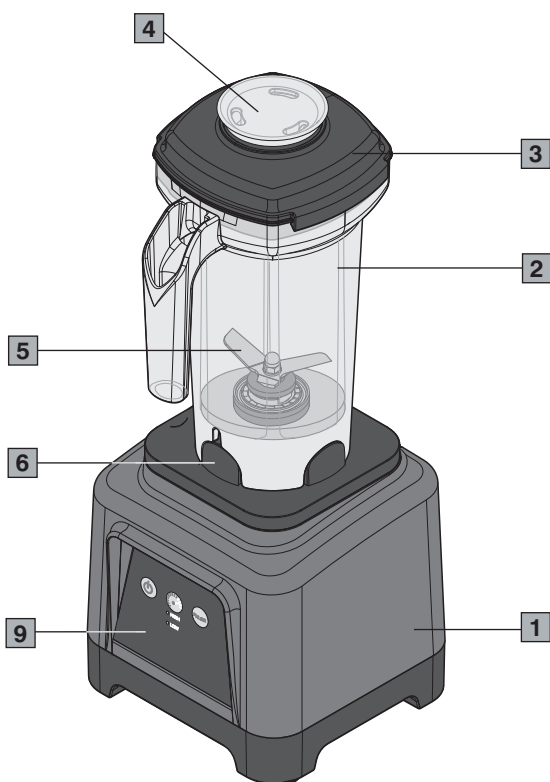
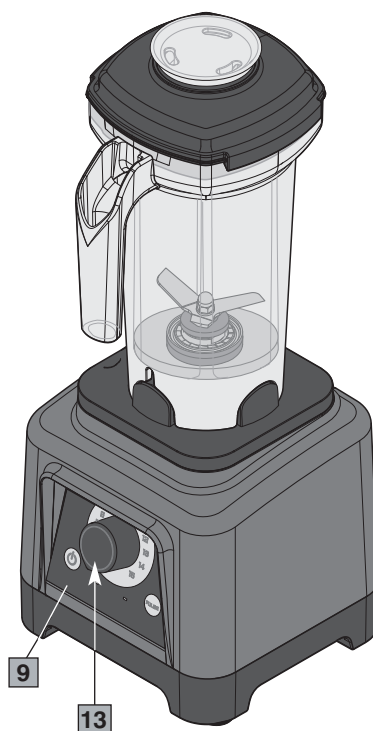
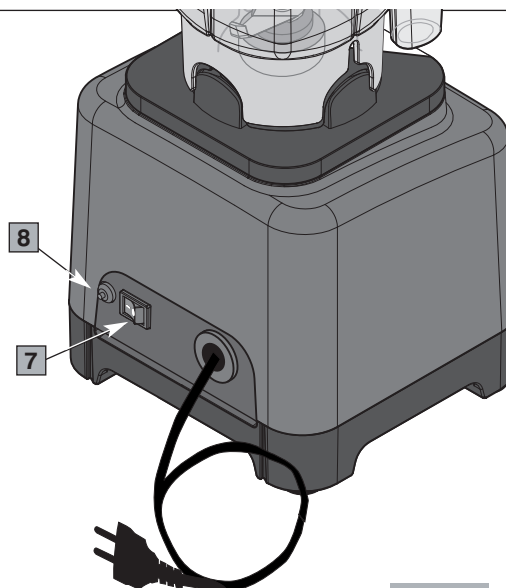

Fig. 1
Fig. 1a
Fig. 2
Componentes principales del aparato (Fig. 1, Fig. 1a, Fig. 2, Fig. 3, Fig. 4)
- 4** Colocar el interruptor ON-OFF (7, Fig. 2) en la posición ON (I).
- 5** Seleccionar la velocidad deseada con el selector  para los modelos B185 y B280 o con la perilla (13 Fig.1a) para el modelo B284 y, manteniendo una mano en la tapa, encender el motor pulsando el botón  (Fig. 6).
- 6** La mayor parte de las bebidas necesita una velocidad alta, colocar el selector  en "LOW" o la perilla de selección de velocidad (13 Fig. 1a) en valores bajos sólo cuando se preparan pequeñas cantidades o cuando se tienen sólo que mezclar.